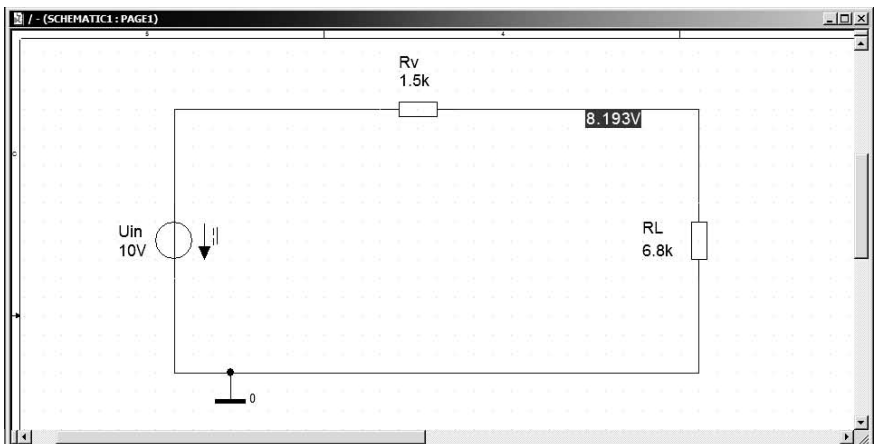

Bild 2.8: CAPTURE-Bildschirm mit Anzeige des Potentials der Verbindungsstelle der beiden Widerstände
- Sie einen Bildschirm entsprechend Bild 2.8 her: